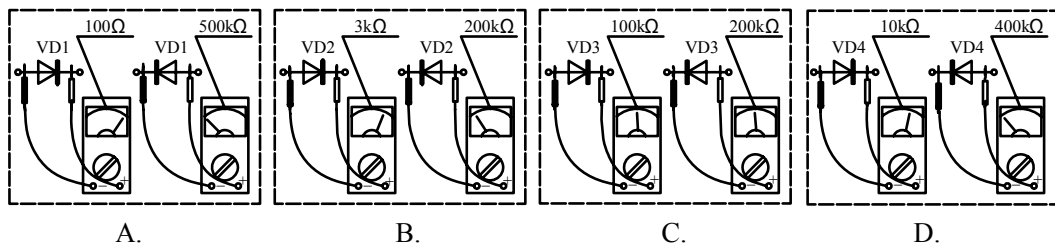

图 1-4
26. 用万用表测试同类型的四只二极管的正反向阻值如图 1-4 所示, 较好的二极管是 ()